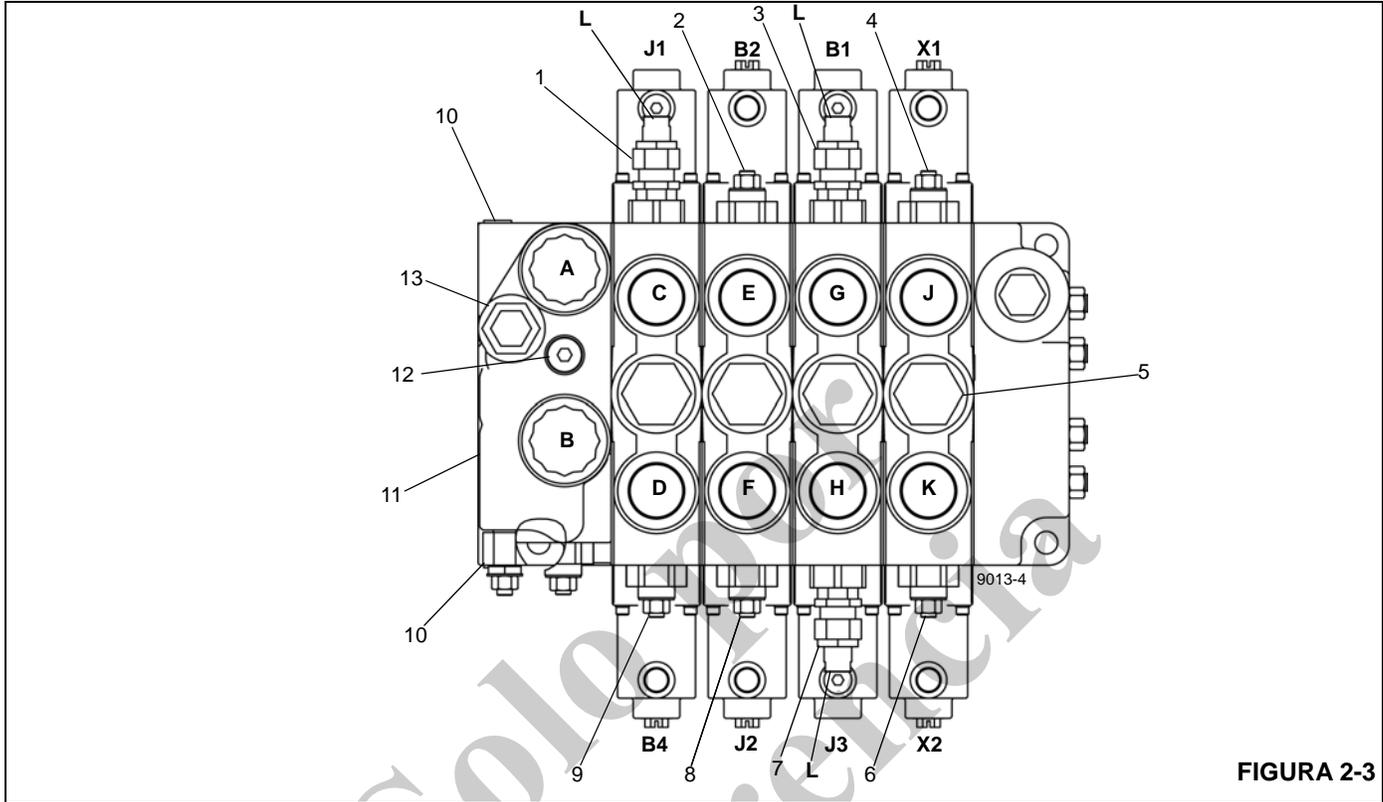

FIGURA 2-3
Vea la Figura 2-3 para el procedimiento siguiente.
1. Con el motor apagado, instale un acoplador de desconexión rápida para diagnóstico y revisión de presión (Parker PD240) con manómetro en la boquilla de prueba de la lumbrera del manómetro GP de la válvula de control de sentido (vea la Figura 2-3).
1. Con el motor apagado, instale un acoplador de desconexión rápida para diagnóstico y revisión de presión (Parker PD240) con manómetro en la boquilla de prueba de la lumbrera del manómetro GP de la válvula de control de sentido (DCV) (vea la Figura 2-3).